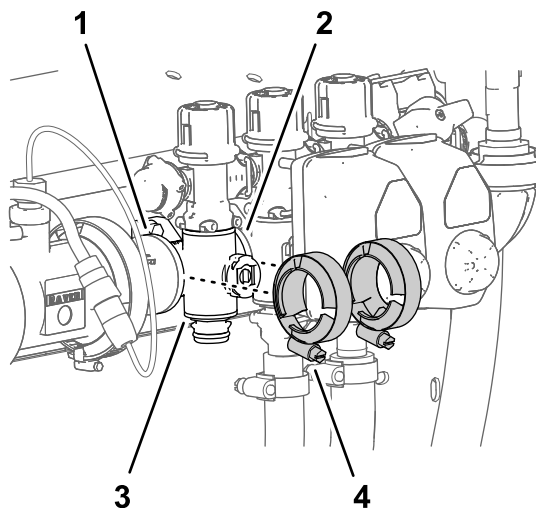

Figure 116
- Retirez les 2 colliers bride qui fixent la valve de collecteur de section aux brides des composants adjacents (Figure 116).